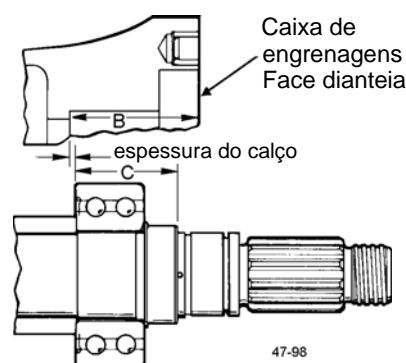
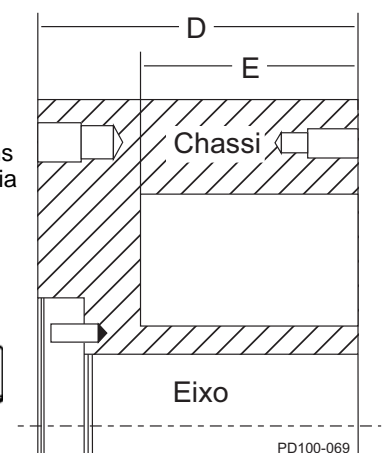

Figura 84 - Meça B e C
Figura 85 - Meça D e E
4. **É necessário calcular os calços exigidos para eixos ou rolamentos sobressalentes, ou ambos**, consulte Figura 84 e Figura 85; faça as medições e os cálculos para três casas decimais (ou seja, 0,059).
- Meça "B" na caixa de engrenagens "C" no eixo (Figura 84).
- Meça "D" e "E" na estrutura (Figura 85).
Tabela 3: Tabela de observação para Figura 84 e Figura 85